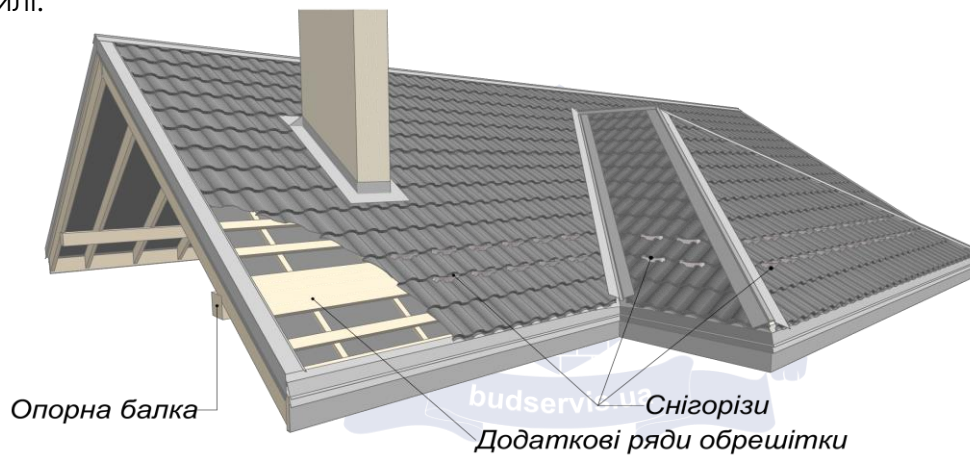

Рис.27 "Встановлення снігорізів"
- Місце встановлення снігорізів обумовлено навантаженням, яке виникає в результаті накопичення снігової шапки. Тому снігорізи мають знаходитись в тому місці даху, де є капітальна стіна або балка, яка розгалужує навантаження по конструкції даху (Рис. 27).